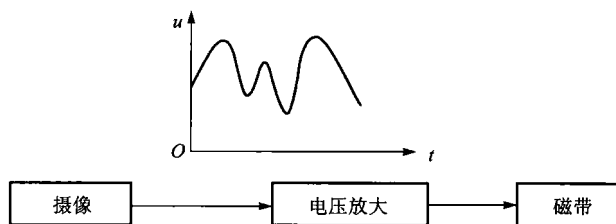

图 0.2 图像信号获取过程示意图
(1) 图像信号的存储、传递过程分析
① 传统的图像信号的存储、传递过程分析
a. 图像信号的获取过程。如图 0.2 所示。简单的图像获取过程是:摄像机通过扫描摄